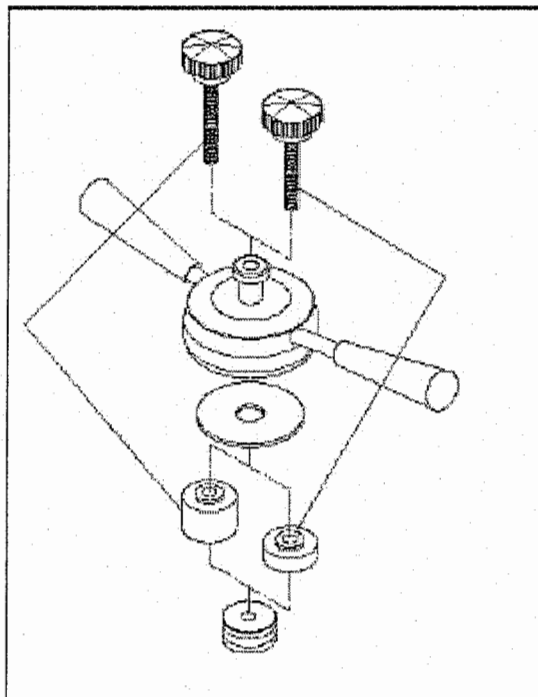

Figura 5. Cierre de montaje.
8. Monte el vástago superior y las partes aislantes (ver figura 5).